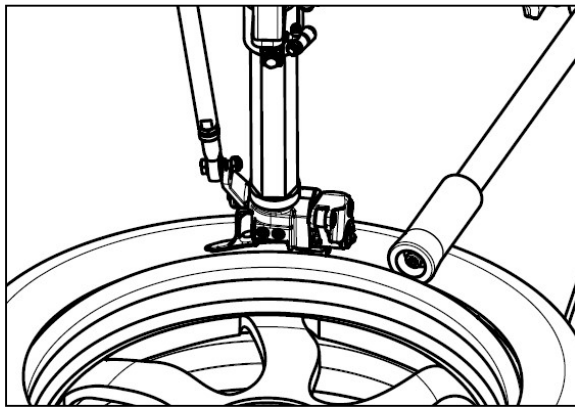
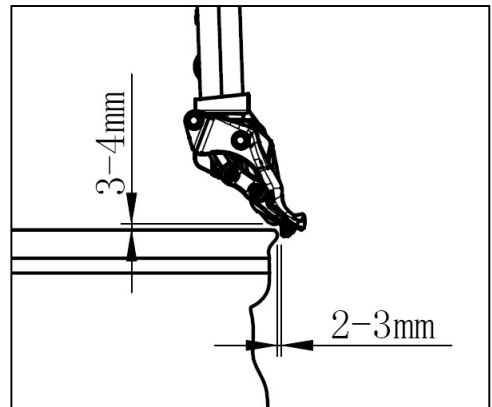

図 26
図 27
- ハンドルバルブ(図 3-5)を中央の位置まで押すと、ツールヘッドが作業位置まで下がります。ツールヘッドをホイールのリムに近づけ、保護カバーとプラスチックテールカバーをリムエッジに接触させます。サイドウォールが硬い場合は、サポートアームのプレスプレートを使用して図 26 のようにタイヤを押し下げます。その後、コントロールバルブボタンを押して水平アームをロックします。このとき、図 27 のようにリムを傷つけないように、ツールヘッドとリムを離すように自動的にツールヘッドが移動します。